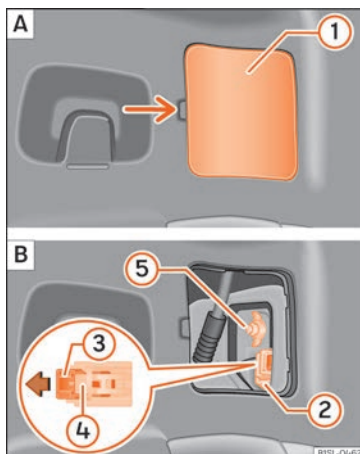

Fig. 89 Al lateral del maleter: A: desmunteu la coberta, B: desmuntatge dels grups òptics posteriors.
- Retireu la coberta (1) amb cura fent palanca »» fig. 89 A.
- Estireu el bloqueig (3) al connector (2) a la direcció de la fletxa »» fig. 89 B. Ajudeu-vos per això del tornavís de les eines de bord.
- Pressioneu l'encast (4) i extraieu el connector (2) »» fig. 89 B.
5. Desenrosqueu la rosca de papallona ⑤ » fig. 89 B.
12. Agafeu amb una mà el llum posterior en la posició de muntatge i caragoleu fixament la rosca de papallona amb l'altra mà ⑤ » fig. 89 B.
14. Inserir el connector ② al portabombetes i pressioneu el bloqueig ③ al connector en la direcció contrària a la fletxa » fig. 89 B.